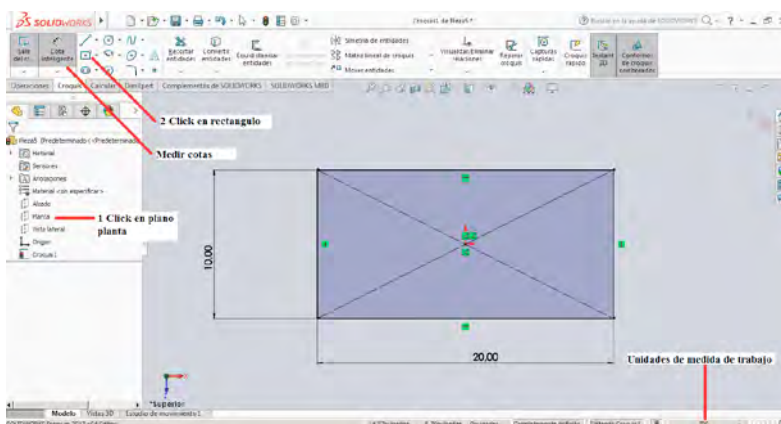

Figura 3-14
2. Click en la herramienta **Rectángulo**, y se realiza el croquis de un rectángulo tomando como punto de inicio el origen del sistema, en este caso el trabajo se realizara en unidades IPS (Pulgadas, Libras y Segundos), en la figura 3-14 se muestra el procedimiento y las medidas realizadas utilizando la herramienta **Cota Inteligente**.